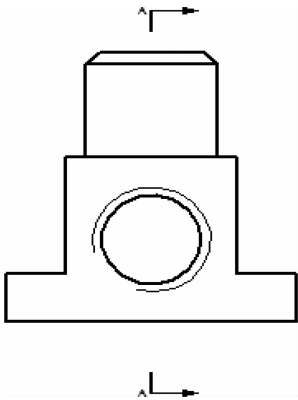

图 9-60 定义视图方向
(3) 定义视图方向。在剖切线正右方单击，完成视图方向的定义，如图 9-60 所示。